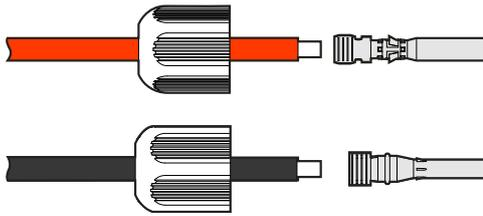

Figura 3-18 Crimpe o terminal de metal
- Etapa 2 Solte a contraporca do conector PV positivo e negativo, passe os cabos positivo e negativo pela contraporca correspondente e, em seguida, insira o cabo positivo e o cabo negativo no terminal de metal positivo e no terminal de metal negativo, respectivamente. Crimpe os terminais de metal firmemente com um alicate de crimpagem, conforme mostrado na Figura 3-18.